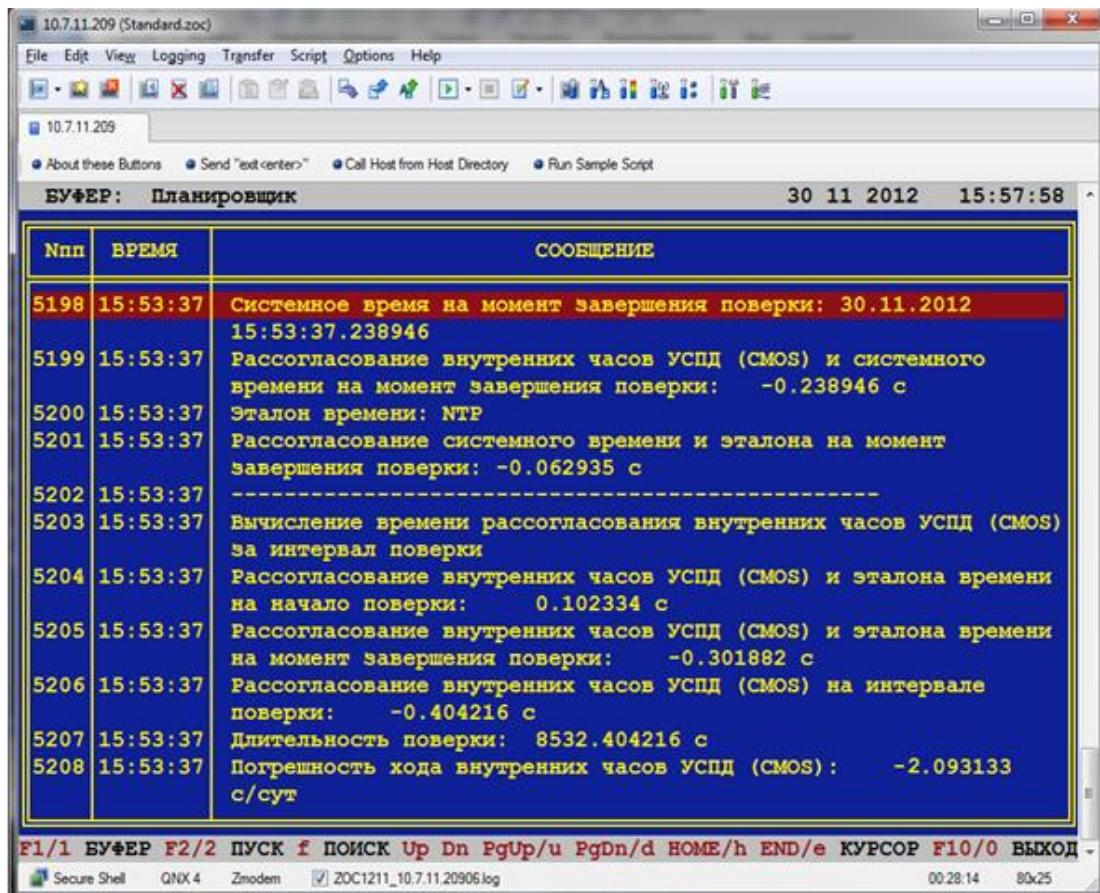

Рисунок 32
6.5.1.14. После завершения поверки в «Консоле планировщика» (рисунок 32) отображается время окончания поверки, рассогласования системного времени и времени CMOS часов, а также погрешность хода CMOS часов на интервале времени поверки и погрешность хода CMOS часов за сутки. Кроме того имеется подтверждение, что данные получены в режиме синхронизации с NTP сервером.